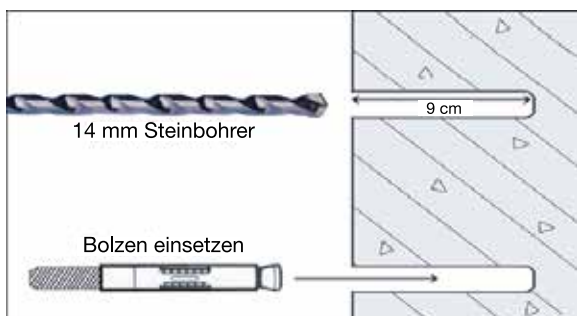

Bild 3
5. Bohren Sie die Löcher mithilfe einer Schlagbohrmaschine mit einem 14 mm Steinbohrer 9 cm tief in die Wand (Bild 3). Stellen Sie sicher, dass Sie nicht in Mörtel bohren, da dieser keinen ausreichenden Halt für das Gewicht der Markise bietet.